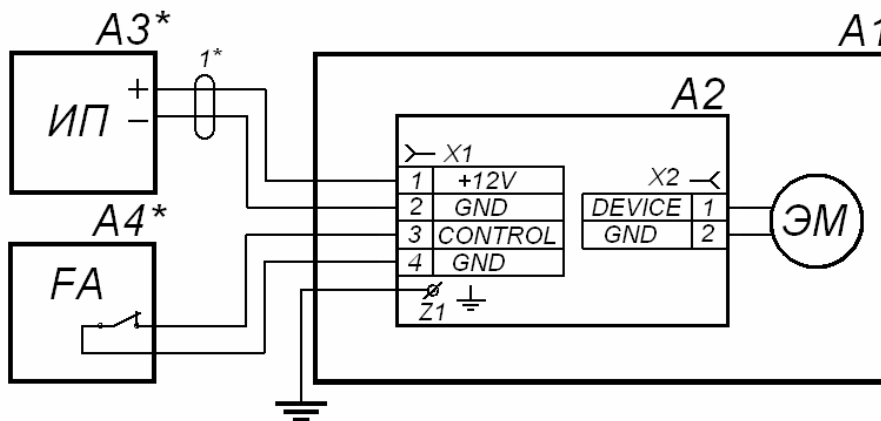

Рисунок 6. Схема электрических соединений при подключении стойки с электромагнитным УБ (перечень элементов схемы – см. табл. 3)
- Разъем X1 для подключения цепей питания и управления. Провод «+» источника питания А3 (см. рис. 6) подключается к клемме 1/X1 «+12V» платы, а «-» к клемме 2/X1 «GND». Клеммы 3/X1 «Control» и 4/X1 «GND» предназначены для подключения устройства аварийной разблокировки FA (А4 на рис. 6).
Схема электрических соединений при подключении стойки приведена на рис. 6.
7. Подключите провода цепей питания и управления к плате согласно схеме электрических соединений, приведенной на рис. 6.